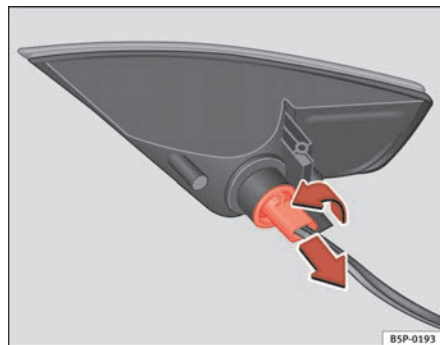

Fig. 195 Indicatore rimosso dal paraurti
- Girare il portalampade verso sinistra, ed estrarlo seguendo il senso della freccia ⇒ fig. 195.